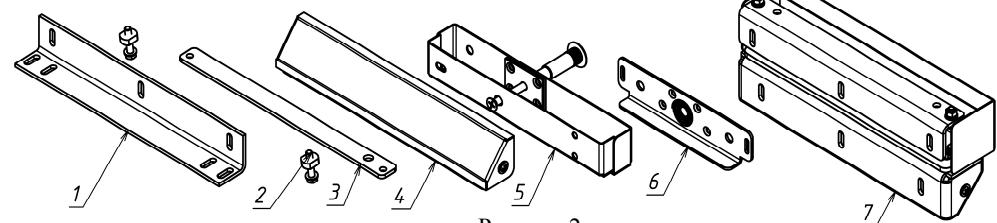

Рисунок 2
- По отдельным заказам поставляются следующие опции (рисунок 2):
- L-уголок AL-200PR (1)
- Комплект крепежа 150-300-K (2)
- Планка M200 (3)
- MK AL-200PR Монтажный комплект (4)
- Комплект смещения якоря 200PR (5)
- Комплект 180P (6)
- MK AL-200PR-Inside монтажный комплект (7).